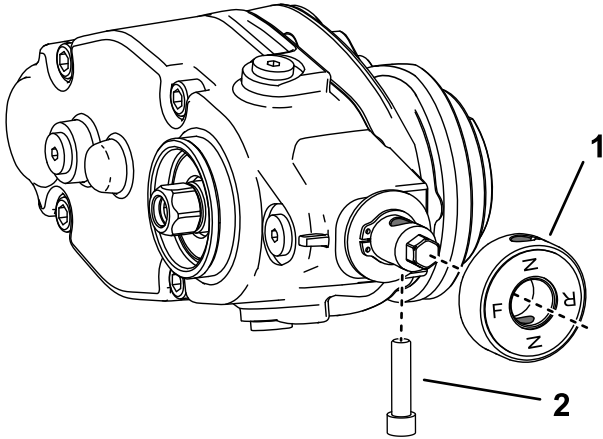

图 15
3. 如果要将疏草刀安装到机器左侧应执行以下步骤图 15
- B. 卸下离合器旋钮组件并将其翻转图 15。